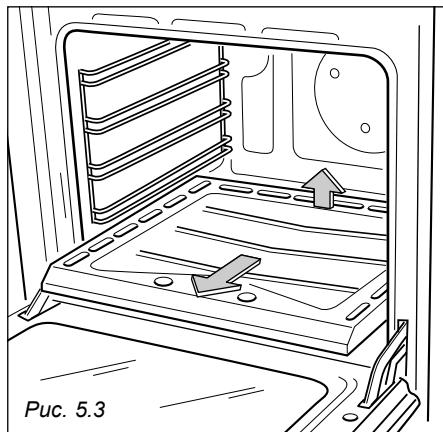

Рис. 5.3
- Приподнимите и демонтируйте панель на основании духовки (Рис. 5.3).